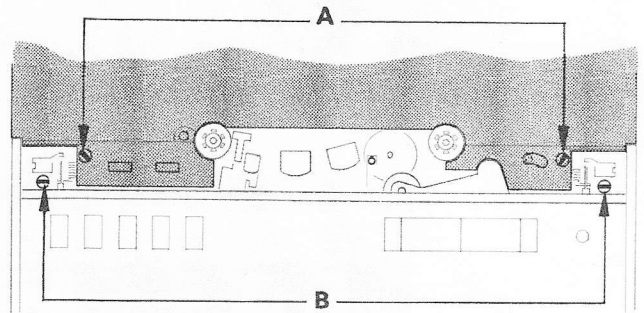

Bild 3.2.—4
- Schraube A (Bild 3.2.—4) lösen. Abdeckplatte nach oben abziehen. (Oberkante 3 Klemmhülsen)
- Schrauben B (Bild 3.2.—4) lösen. Netzschalterknopf sowie sämtliche Drehknöpfe und Schaltscheiben nach oben abziehen. Beim Netzschalterknopf darauf achten, dass der Spanning nicht verloren geht.